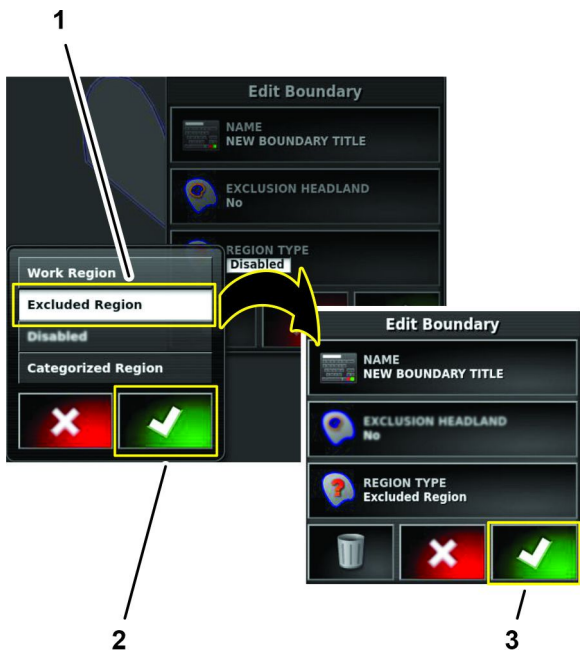

图 62
2. 在区域类型对话框中按排除区图标然后按“确认”图标图 62。
3. 在编辑边界对话框中按确认图标图 62。